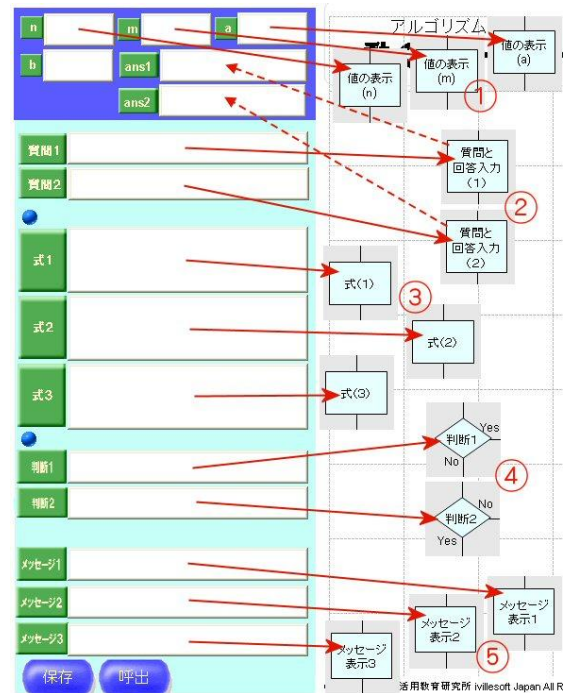

図2 フローチャートの部品とそのプロパティ
部品とプロパティの関係を図2に示す。図の左側が各部品のプロパティを入力する部分である。図中の①～⑤の順に部品とプロパティの関係を説明する。